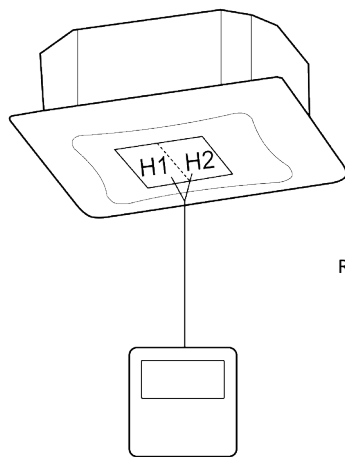
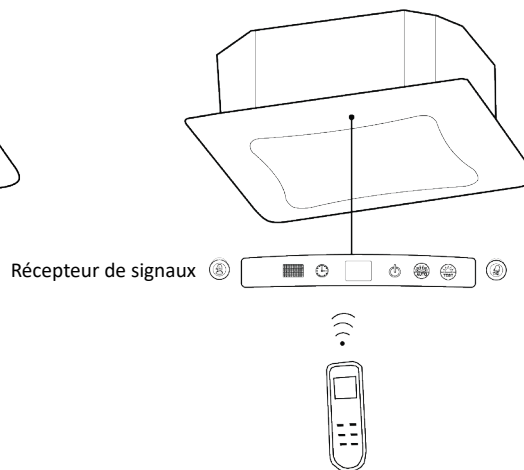

Fig. 5.4.1
Fig. 5.4.2
- 1) Le contrôleur filaire est illustré à la Fig.5.4.1, le contrôleur sans fil est illustré à la Fig.5.4.2, le récepteur de signal est fourni avec le panneau en tant qu'accessoire standard.